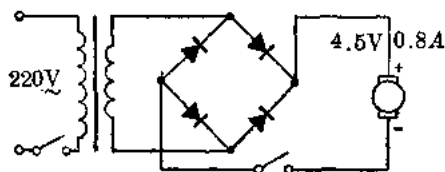

图 13
2. 为了节约电池, 可自制或找一只输入电压 220 伏, 输出电压为 5 伏左右, 电流大于 0.8 安的变压器, 再经过二极管整流(图 13), 获得 4.5 伏的电压, 连接到吸蚊器上, 即可使用